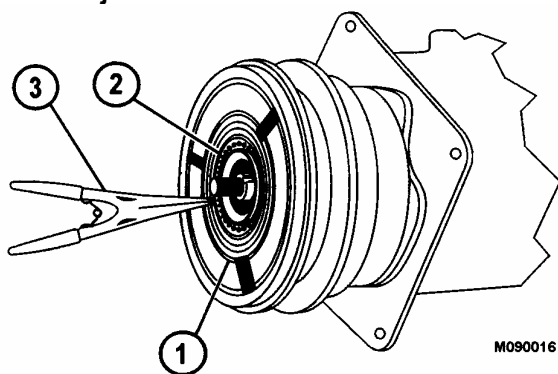

FIGURA 4-22
4. Presione el embrague en el compresor usando el instalador (1). Siga presionando la placa del embrague hasta que se produzca una separación de 2 mm (0.079 in.) entre la superficie de fricción del embrague y la superficie de fricción de la polea. Consulte la Figura 4-22.